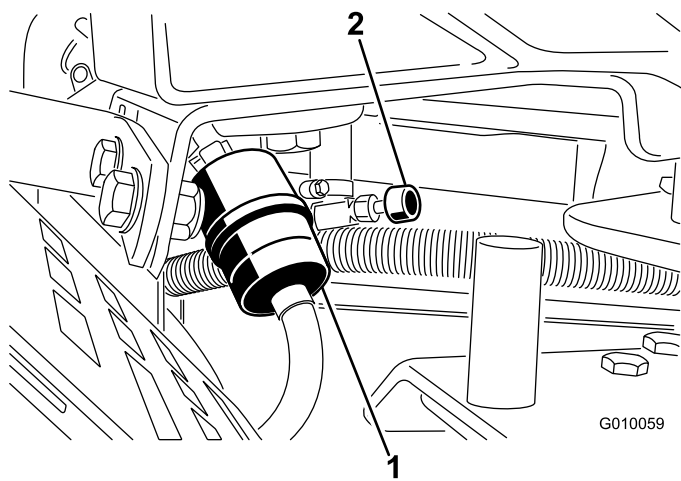

Figure 48
2. Fermez le robinet d'arrivée de carburant (Figure 48).
3. Pincez les extrémités des colliers et éloignez les colliers du filtre (Figure 48).
5. Posez un filtre neuf et rapprochez les colliers de fixation du filtre (Figure 48).
7. Ouvrez le robinet d'arrivée de carburant (Figure 48).
3. Desserrez le collier de serrage au niveau du filtre à carburant et éloignez-le du filtre en le poussant le long de la conduite d'alimentation (Figure 48).
4. Débranchez la conduite d'alimentation du filtre à carburant (Figure 48). Ouvrez le robinet d'arrivée de carburant et faites couler le carburant dans un bidon ou un bac de vidange.
5. Raccordez la conduite d'alimentation au filtre. Rapprochez le collier de serrage du filtre pour fixer la conduite d'alimentation (Figure 48).